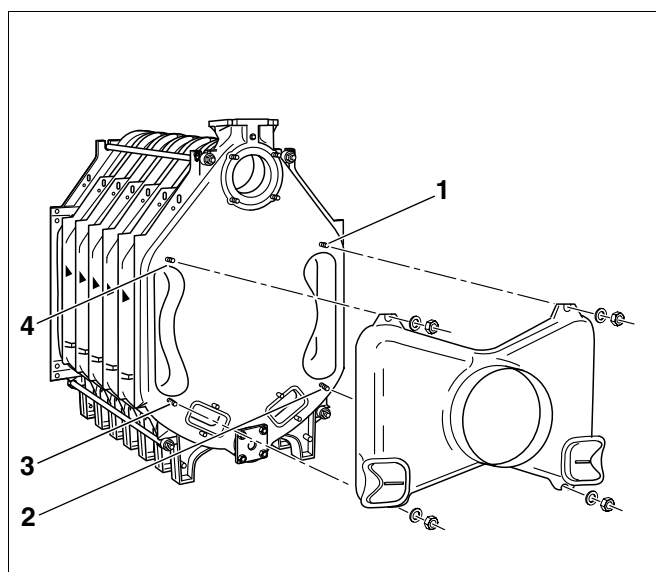

Рис. 29 Установка сборного коллектора дымовых газов
- Сборный коллектор дымовых газов надеть на четыре шпильки, находящиеся на задней секции котла (рис. 29, поз. 1 - 4), установить шайбы и закрепить гайками.